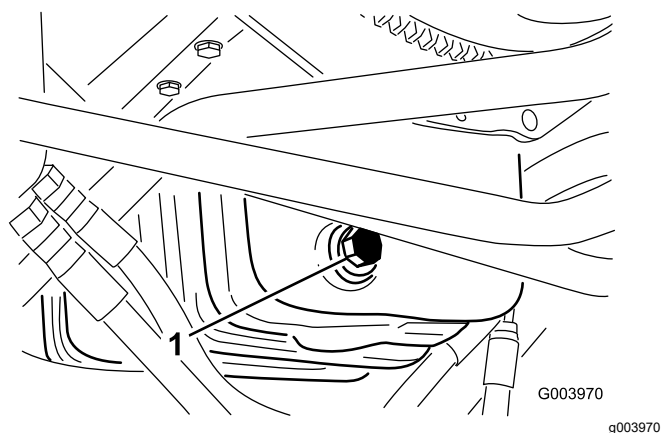

Figura 53
1. Retire o tampão de escoamento (Figura 53) e deixe o óleo escorrer para um recipiente adequado.